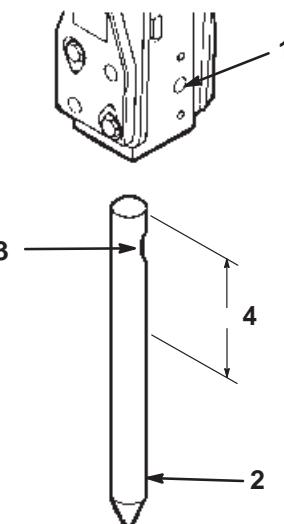

Figure 1
3. A l'aide d'un marteau et d'un chasse-goupille, chassez la goupille de maintien de l'outil aux 3/4 hors du logement de la défonceuse (Fig. 1). Il faudra frapper la goupille avec une très grande force pour la chasser de son emplacement.
5. Recouvrir complètement de graisse les 15 premiers centimètres de l'outil (Fig. 1).
6. Enfoncez l'outil dans la défonceuse, l'encoche étant dirigée du côté droit de la défonceuse (Fig. 1).
7. Introduisez la goupille de maintien de l'outil dans la défonceuse et enfoncez-la en position avec un marteau (Fig. 1).